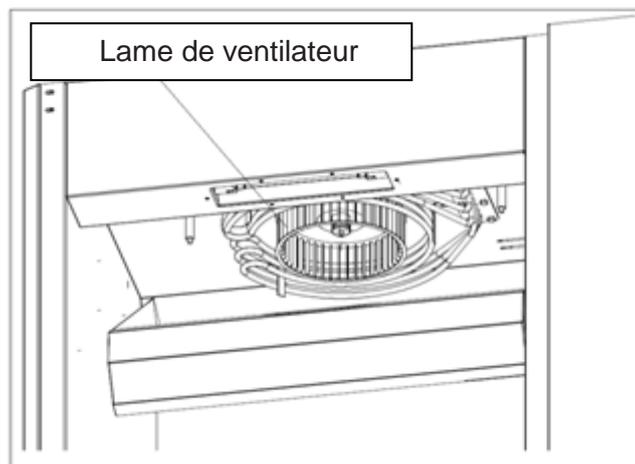

Figure 21
- Nettoyez la lame de ventilateur avec un chiffon et un produit nettoyant pour grill (voir Figure 21).